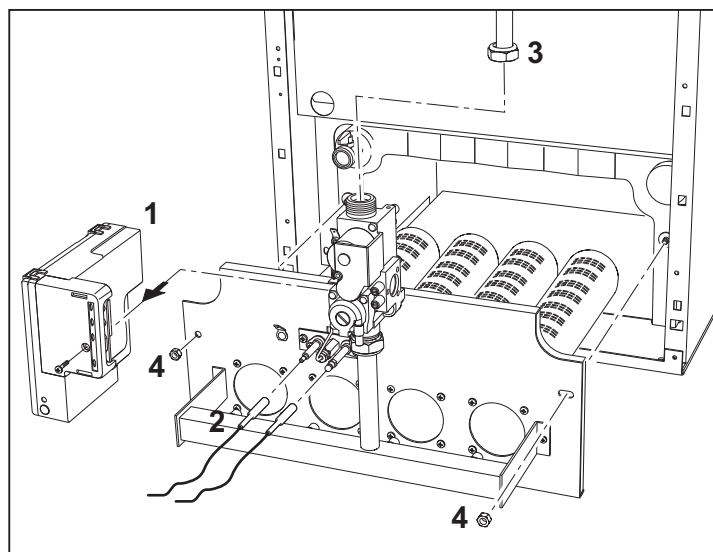

рис. 97
2. Снимите электронный блок управления «1» газовым клапаном (рис. 97);